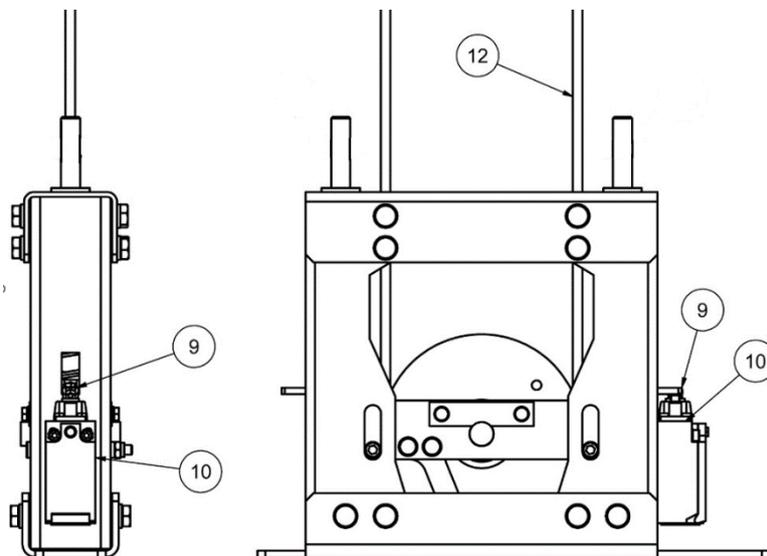

Figure 20: Câble sans tension adéquate
Si après avoir dévissé complètement les écrous (5), on découvre que la pièce Actionneur contact de relâchement (9) est en train de toucher ou est sur le point de toucher le contact de relâchement (10) (voir Figure 20), il faut libérer le câble (12) des serre-câbles (14) et que de nouveau l'extrémité libre du câble soit prétendue comme le montre la Figure 13 du paragraphe 2.3 de ce manuel.